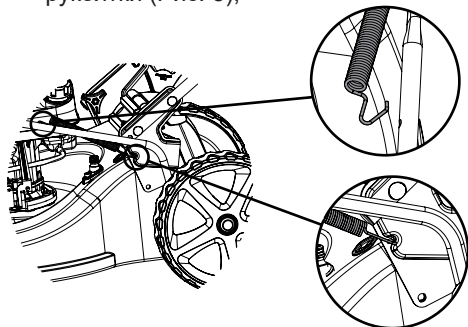

Рис. 5. Установка пружины механизма регулировки высоты скашивания
- установите пружину механизма регулировки высоты скашивания. Зацепите крючки пружины за тягу и за левый кронштейн крепления рабочей рукоятки (Рис. 5);